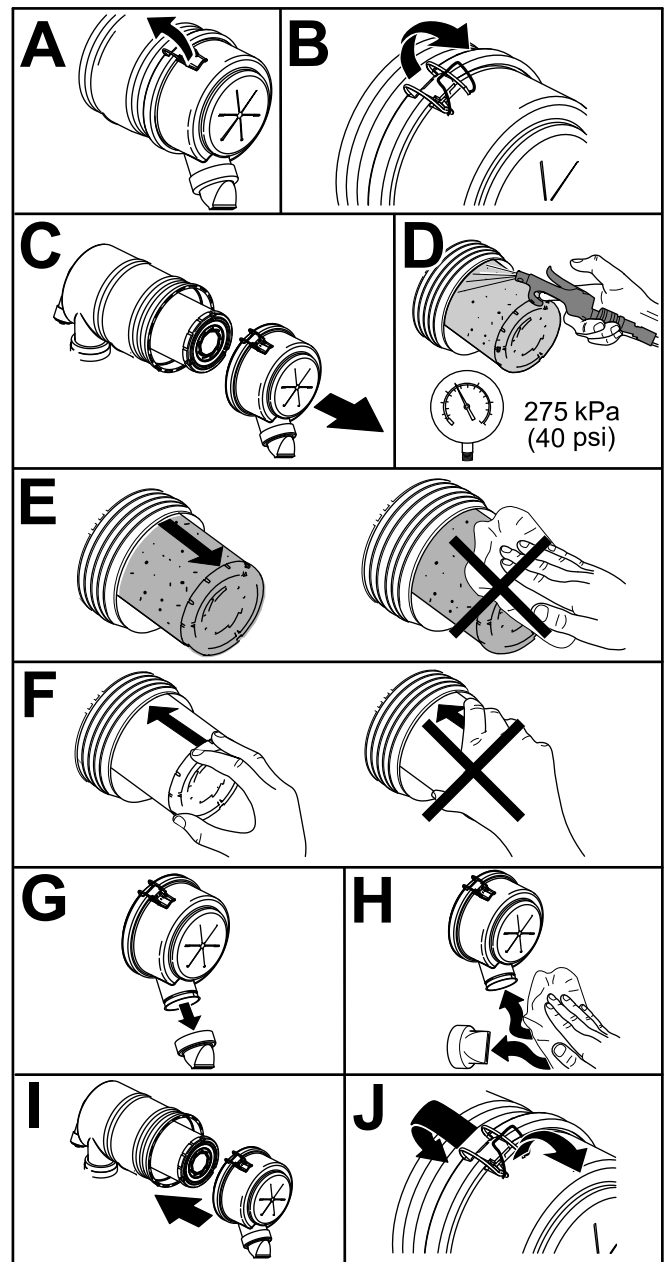

Figure 46
1. Remplacez le préfiltre (Figure 46).